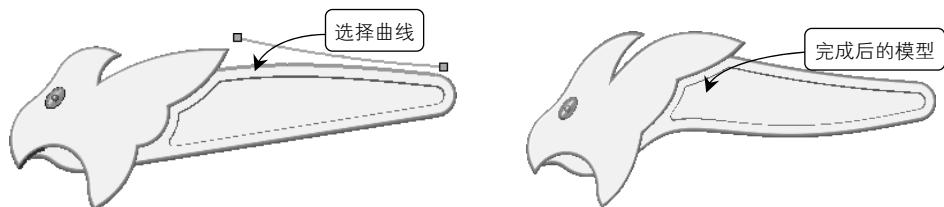

图 6-103 添加曲线方向
- 曲面方向：从目标曲线或边线更改曲面或面过渡的方向，如图 6-103 所示。